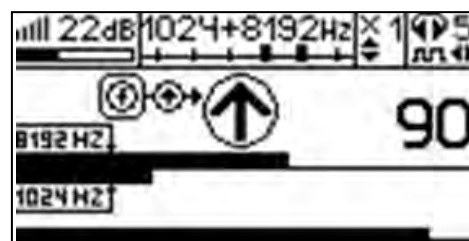

Рис.8.3
3. Включить приемник. В «Стартовом окне» следует выбрать вид принимаемого сигнала – «двухчастотный» . После запуска измерения кнопкой , появится окно «направление сигнала» (рис. 8.3).